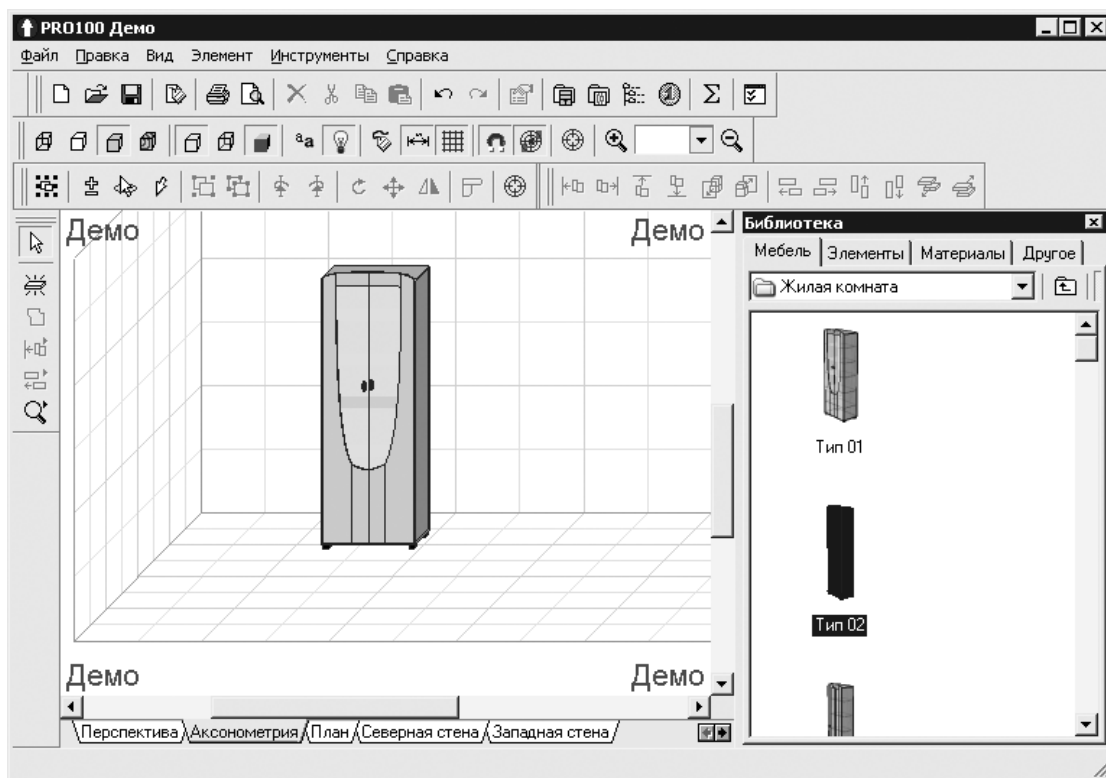

Рис. 9.9
2. Дважды щелкнуть кнопкой мыши на понравившемся объекте, например шкафе, — объект добавится в рабочую область окна программы (рис. 9.9).